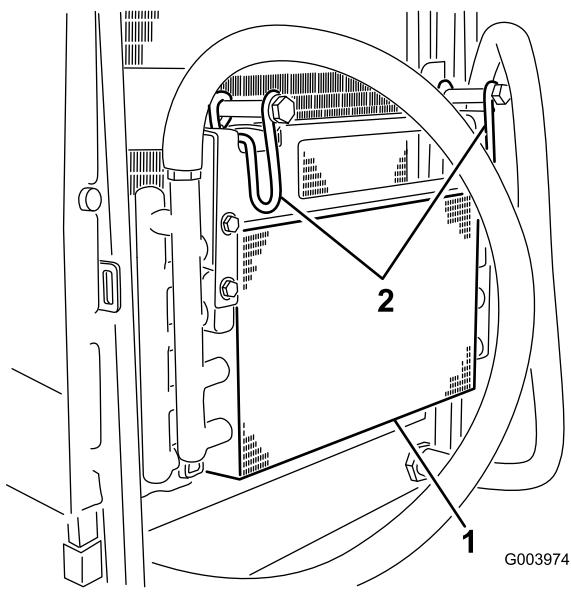

Figura 64
- Girate i fermi verso l'interno per rilasciare il radiatore dell'olio (Figura 64).